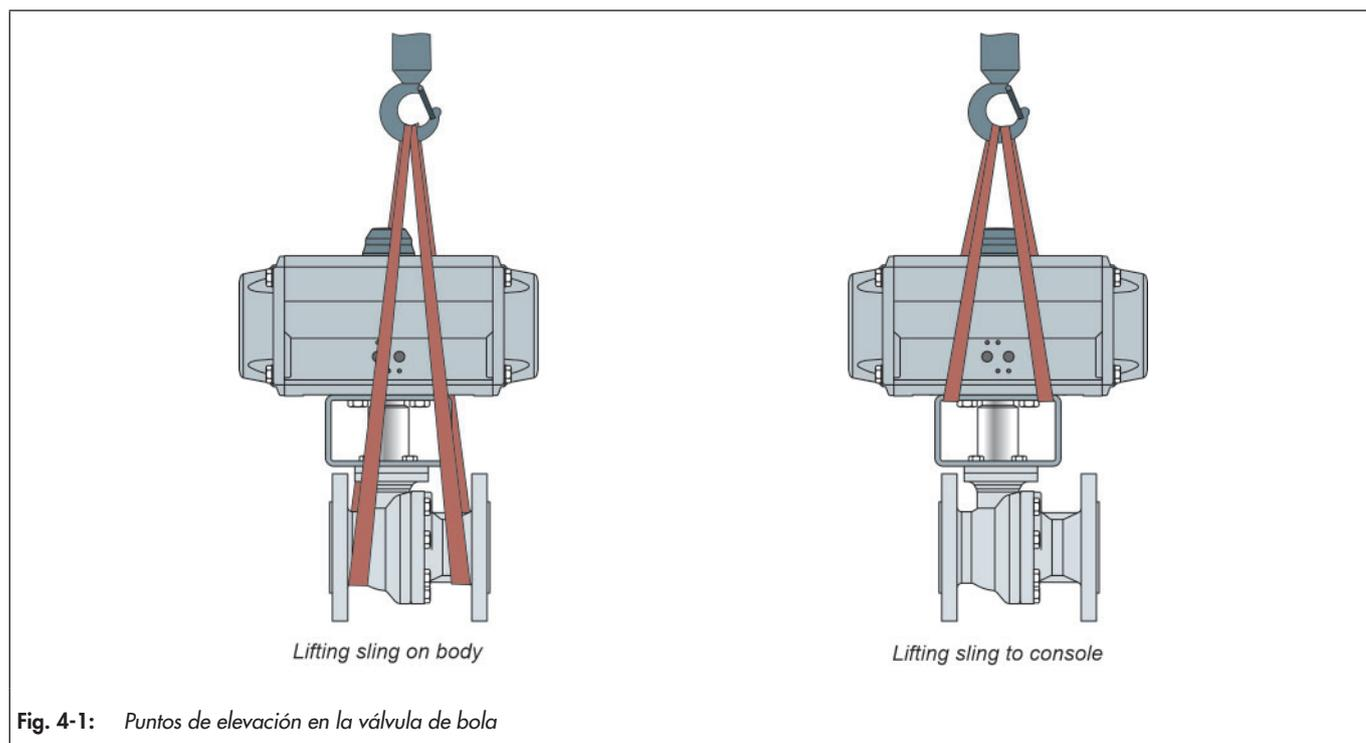

Fig. 4-1: Puntos de elevación en la válvula de bola
- ⇒ Utilizar un gancho con pestillo de seguridad en el dispositivo de elevación, ver Fig. 4-1, que impida que las eslingas se deslicen durante el levantamiento y transporte.
- ⇒ Atar una eslinga de elevación entre cada una de las bridas del cuerpo y el dispositivo de sujeción (p. ej. gancho) de la grúa o carretilla elevadora, ver Fig. 4-1. Prestar atención a la seguridad, la capacidad de carga y la longitud de las eslingas.
- ⇒ Atar una eslinga de elevación entre el soporte y el dispositivo de sujeción (p. ej. gancho) de la grúa o carretilla elevadora, ver Fig. 4-1. Prestar atención a la seguridad, la capacidad de carga y la longitud de las eslingas.